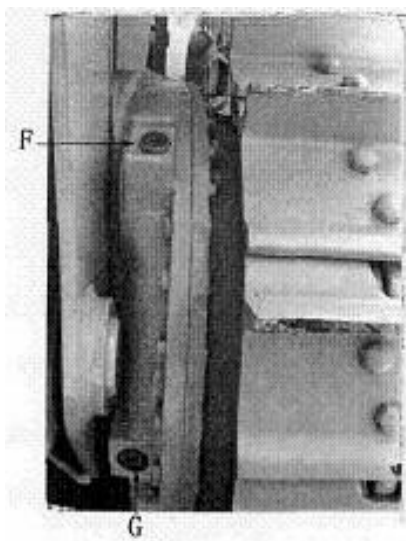

Рис. 30
- 1) В картере двигателя (Рис. 30).